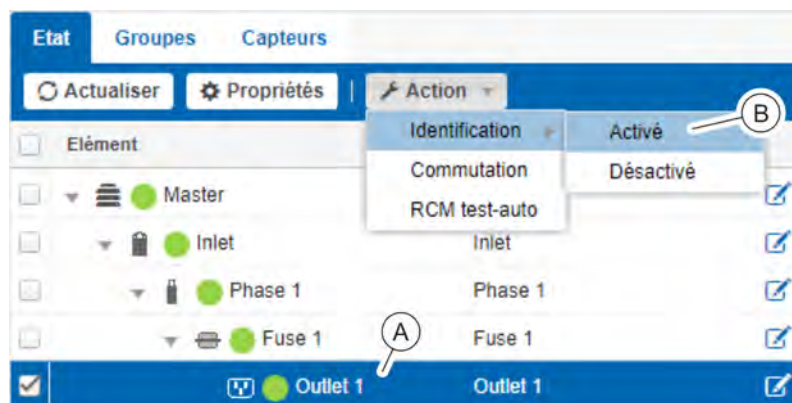

Fig. 105 : Menu « État » – Onglet « État »
2. ➤ Dans l'onglet « État », sélectionner la prise ou le groupe de prises souhaité (Fig. 105 /A).
3. ➤ Appuyer sur « Action ➔ Identification ➔ Activé » (Fig. 105 /B) pour activer l'identification de la prise sélectionnée ou du groupe de prises sélectionné.
4. ➤ Appuyer sur « Action ➔ Identification ➔ Désactivé » (Fig. 105 /B) pour désactiver l'identification de la prise sélectionnée ou du groupe de prises sélectionné.